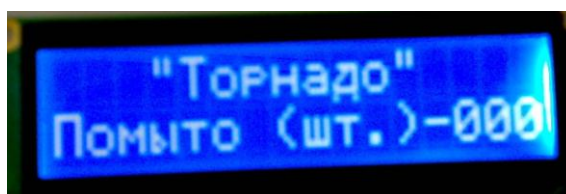

Рис. 6.2.
5.5. В ждущем режиме дисплей отображает количество помытых колес (рис.6.2). При достижении количества равного 300 колес** на экране высветится надпись: «Замените воду» и перестанут запускаться программы. Для обнуления счетчика и сброса сообщения необходимо нажать и удерживать кнопку «Обдув воздухом «А» до тех пор, пока сообщение не пропадет (3-5с).